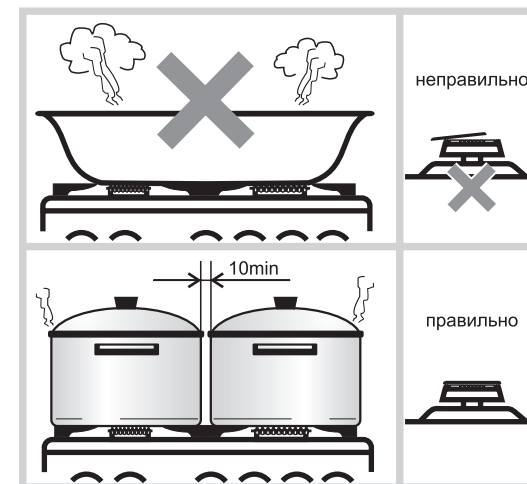

Рис.20
- Размеры посуды (см. таблицу 5 и рис.20) и режим работы горелок нужно выбирать таким образом, чтобы пламя не выходило за края и не «лизало» боковые стенки.